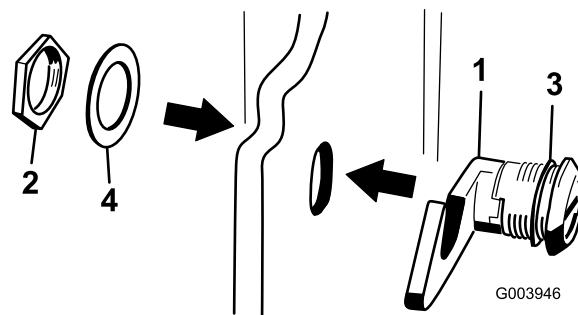

Figure 18
- Retirez l'écrou de l'ensemble verrou de capot (Figure 18).